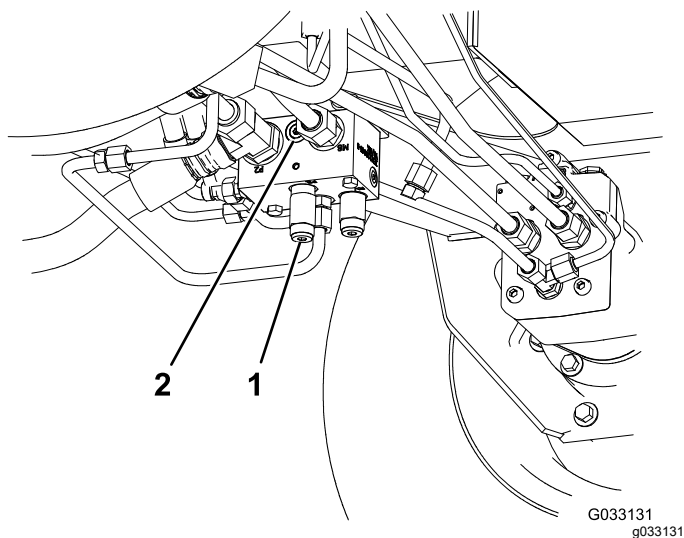

Figura 43
- N. cat. Toro 95-0985, raccordo di accoppiamento (2)
- N. cat. Toro 340-77, raccordo idraulico (2)
1. Montate un raccordo diagnostico nel foro non marcato situato tra i fori M8 e P2 sul collettore della trazione posteriore (Figura 43).